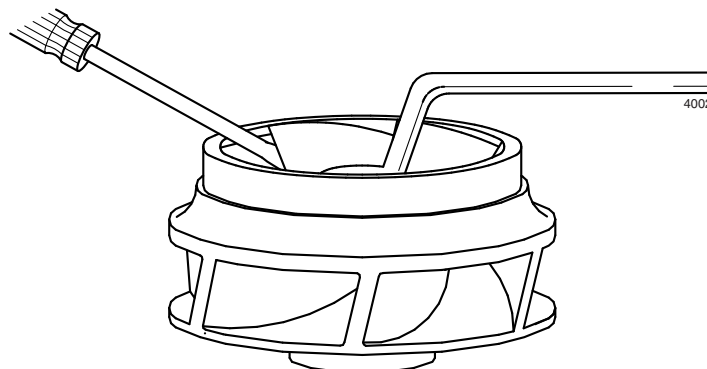

Bild 4: Pumphjulsmuttern dras loss.
- 2 Blockera pumphjulet (0120) så att det inte kan rotera, se bild 4.